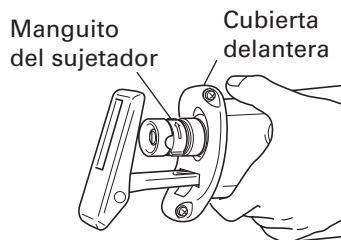

Fig. 2
- (1) Conecte y desconecte el gatillo conmutador varias veces de manera que el manguito del sujetador salte completamente de la cubierta delantera. Seguidamente, desconecte el interruptor y desenchufe el cable de alimentación. (Fig. 2)
- No desmonte la cubierta delantera (consulte la Fig. 2).